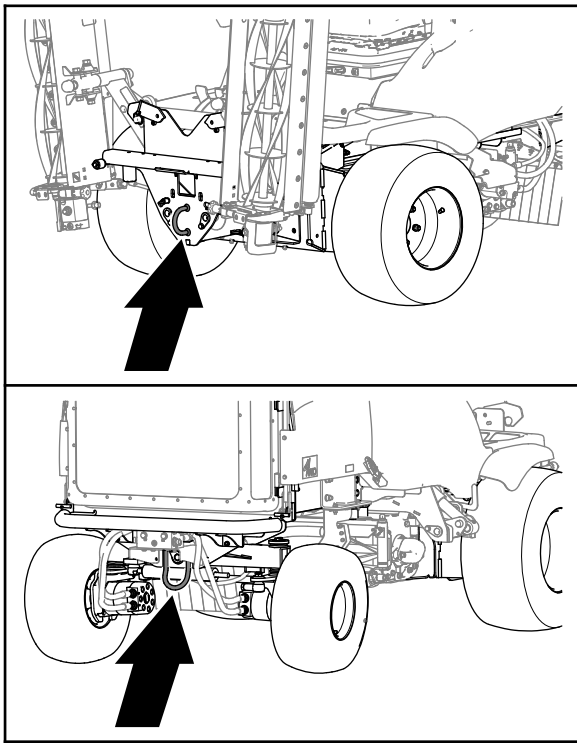

Figura 32
5. Conecte una barra de remolque **rígida** entre la argolla de remolque delantera de la máquina y el vehículo de remolque (Figura 32).